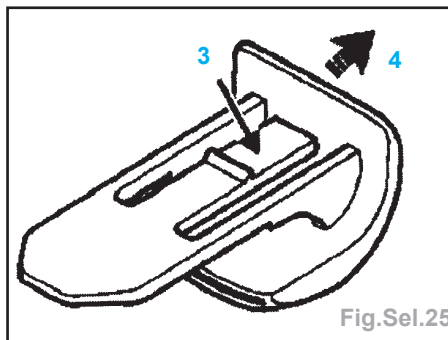

Fig.Sel.25
- Déclipser les deux agrafes situées à l'arrière de la garniture pavillon (3) puis (4) (Fig.Sel.25).
- les fixations supérieures des rideaux de pare-soleil arrière (Fig.Sel.25).
- Appuyer sur (3) et sortir l'agrafe (4).